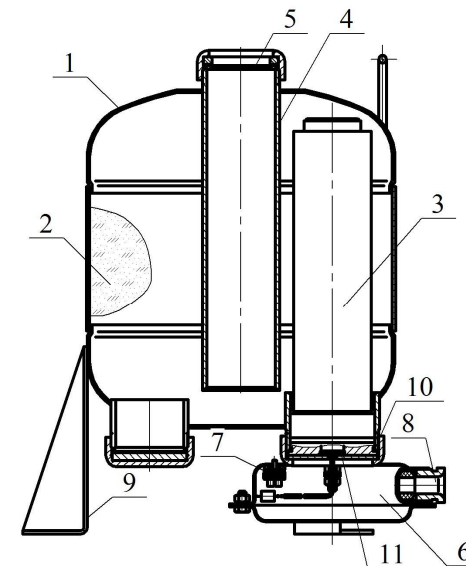

Рисунок 1
- ИХГ-10(М)-01 СИАВ 066614.025.000 ТУ для МПП нормального исполнения или ИХГ-10(М)-02 СИАВ 066614.025.000 ТУ для МПП специального исполнения (поз. 3 рисунок 1) – 1 шт.;
- резиновое кольцо 050-054-25 ГОСТ 9833-73 (поз. 10 рисунок 1) – 1 шт.;
- резиновая прокладка черт. СИАВ 634233.006.023 (поз. 11 рисунок 1) –
- огнетушащий порошок ИСТО-1 ТУ 2149-001-54572789-00 (поз. 2 рисунок 1) – 9,5 кг;
- мембрана черт. СИАВ 634233.006.003 (поз. 5 рисунок 1) – 1 шт.
4.1.1 МПП (см. рисунок 1) состоит из корпуса 1, в котором размещаются огнетушащий порошок (ОП) 2 и источник холодного газа (ИХГ) 3. В верхней части корпуса находится насадок-распылитель 4, который также выполняет функцию сифонной трубки при выпуске ОП из корпуса. Выходное отверстие насадки-распылителя перекрыто мембраной 5.